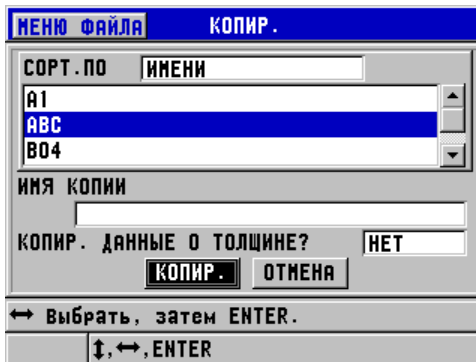

Рис. 6-28 Копирование файла
2. В окне **КОПИРОВАТЬ** (см. Рис. 6-28 на стр. 116):